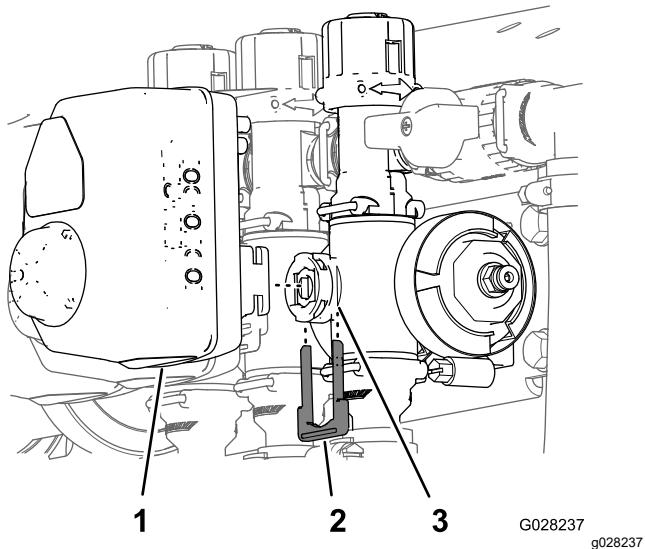

Рисунок 13
1. Снимите держатель, который крепит привод к коллекторному клапану секции или клапану перемешивания (Рисунок 13).